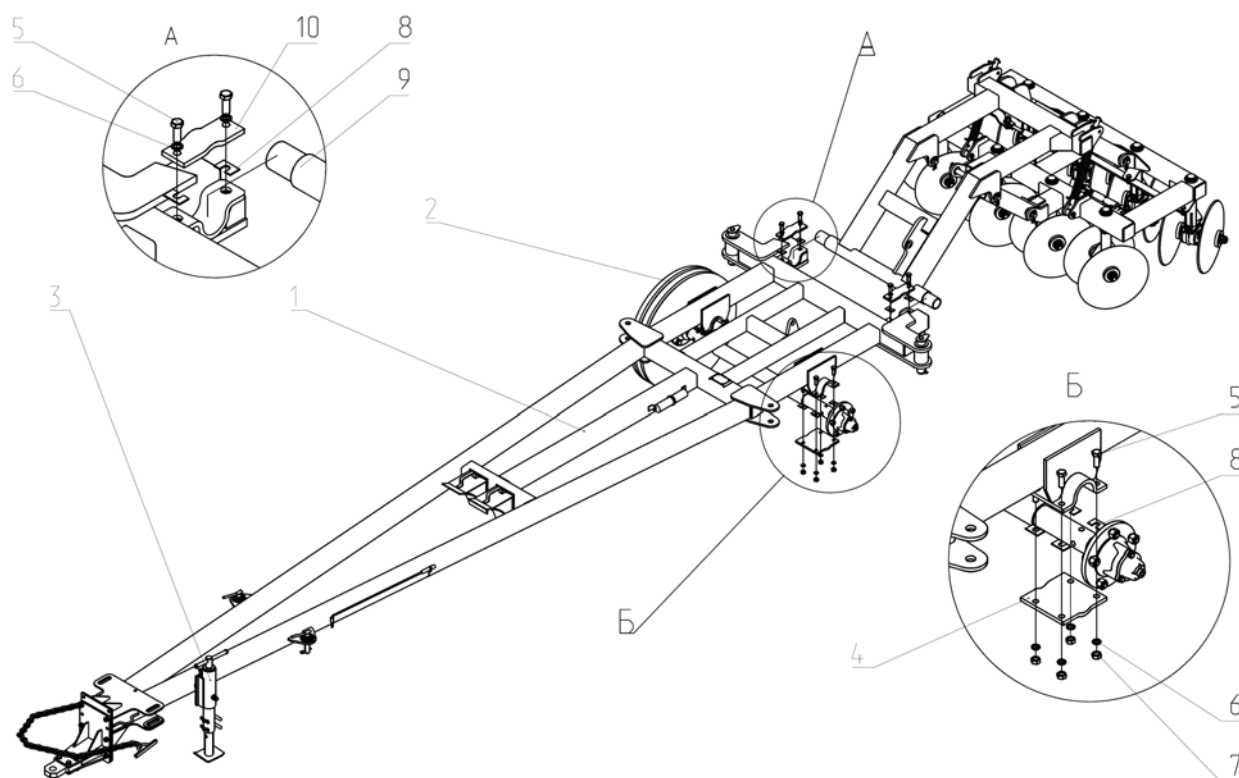

Рис.17 Схема сборки луцильника.
5.5.1. Установить сницу поз. 1 Рис.17 на мост поз. 2 скобами Рис.17 Б;
5.5.3. Закрепить мост на снице прижимами поз. 4 Рис.17 Б используя болты М16х45 поз. 5, гайки М16 поз. 7 и шайбы 16.65Г поз. 6, выбрав зазор между прижимом и скобой сницы прокладками поз. 8;
5.5.4. Центральную секцию поз. 9 Рис. 17А проточенными краями установить